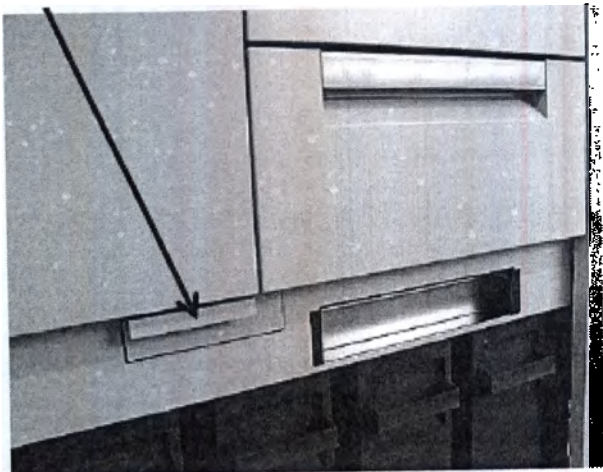

Рисунок 5B
1. Вытащите парафиновый лоток №1, по направлению к левой нижней части загрузочной двери (рис. 5B).